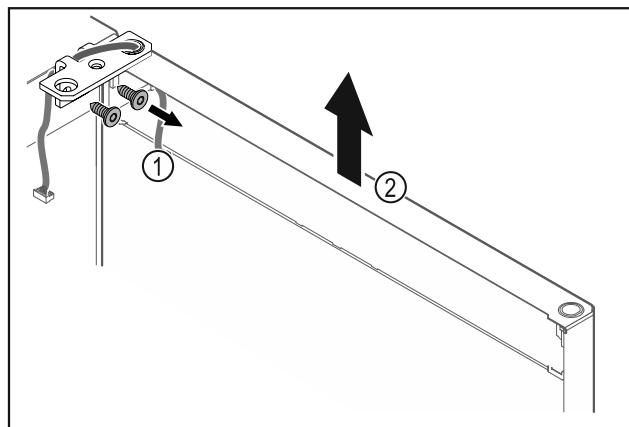

Fig. 27
- ▶ Atsukite šarnyrinį kampotį Fig. 27 (1).
- ▶ Duris, įsk. šarnyrinį kampotį Fig. 27 (2), pakelkite maždaug 200 mm tiesiai į viršų ir nuimkite.